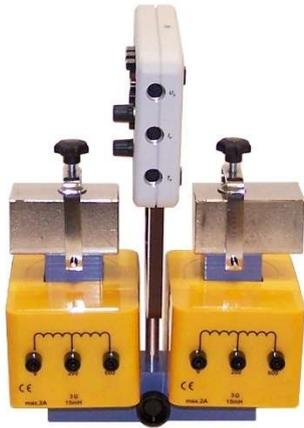

Fig. 6: Basisgerät aufgesteckt auf dem U-Halter
- Basisgerät mit Leiterplatte auf den U-Halter aufstecken. Dabei auf parallelen Sitz der Leiterplatte zum U-Kern achten, ggf. U-Halter etwas drehen (siehe Fig. 6).